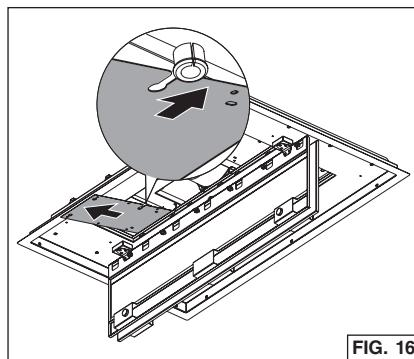
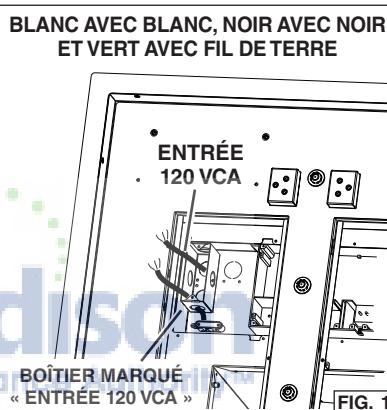

FIG. 16
FIG. 17
3. De l'intérieur de la pièce, rabattez vers le bas les deux panneaux de fermeture. Fig. 16.
4. Enlevez les (4) vis du panneau d'accès du compartiment électrique. Glissez le panneau de côté pour exposer le boîtier de connexion.
5. Dans le boîtier électrique marqué « ENTRÉE 120 VCA », enlevez les (2) vis qui retiennent le couvercle au boîtier métallique de câblage. Fig. 17.
9. Replacez le panneau d'accès du compartiment électrique et les (4) vis.